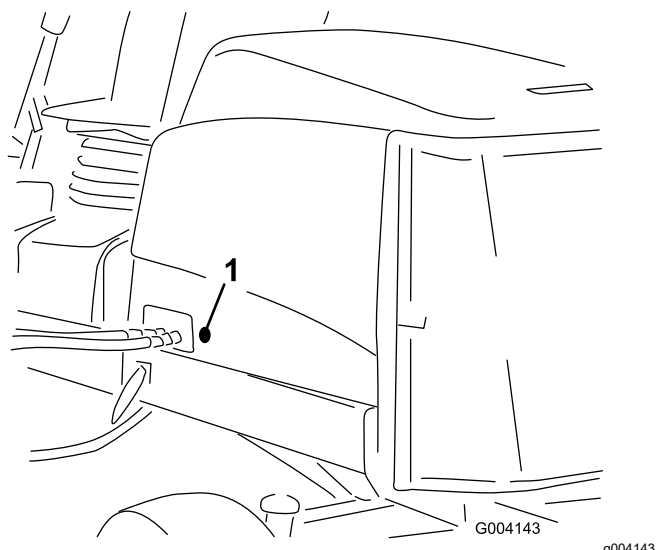

Figure 5
2. Retirez les bagues en caoutchouc qui occupent le trou sur le côté gauche du capot (Figure 5).